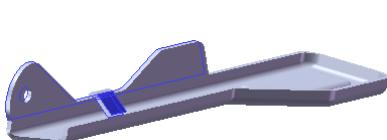
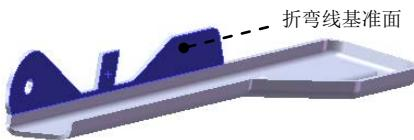

图 13.4.32 绘制的折弯 1
图 13.4.33 折弯线基准面
Step8. 创建图 13.4.32 所示的钣金特征——绘制的折弯 1。
(1) 选择命令。选择下拉菜单 **插入(I)** → **钣金(B)** → **绘制的折弯(S)...** 命令(或单击“钣金”工具栏上的“绘制的折弯”按钮 )。
(2) 定义特征的折弯线。
① 定义折弯线基准面。选取图 13.4.33 的模型表面作为折弯线基准面。